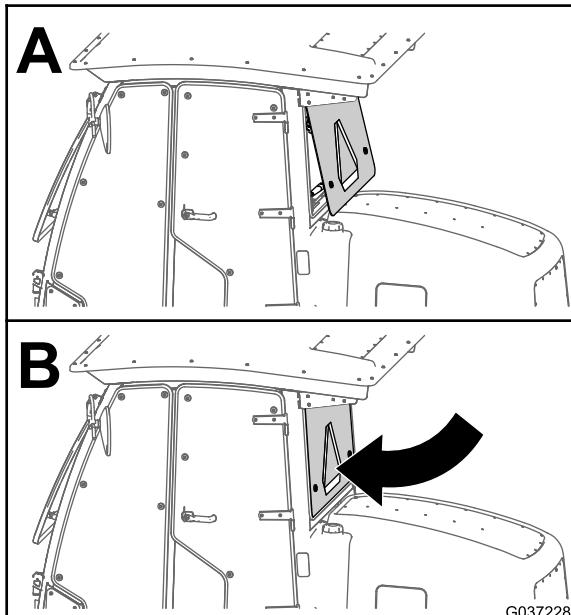

Figura 61
1. Feche a janela traseira da cabina (Figura 61).